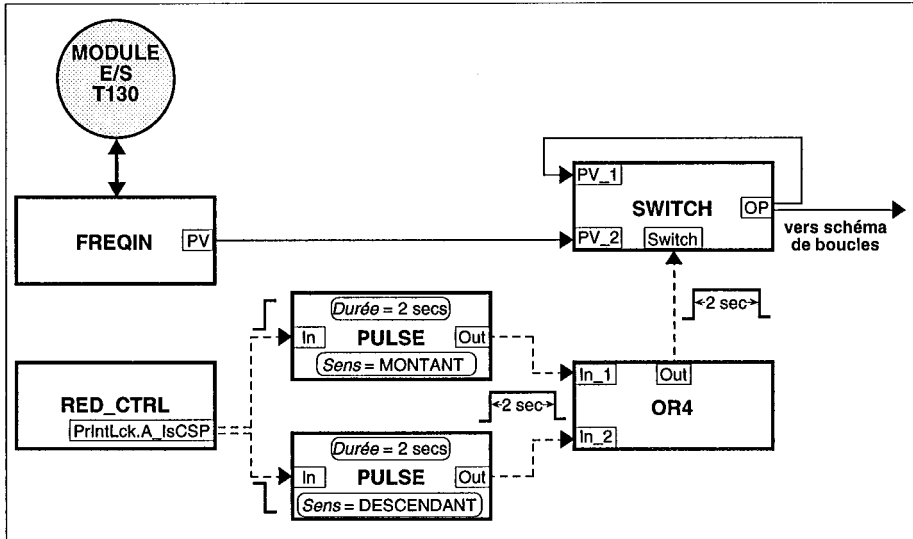

Figure 3-5 Suppression des lectures de fréquence immédiatement après le basculement
■ **Modules d'entrées/sorties T130.** La première lecture de fréquence d'un module d'entrées/sorties T130 après un basculement doit être supprimée (en situation idéale) dans la mesure où elle n'est pas fiable, en raison de la pause dans la mise à jour des blocs pendant le basculement. Vous pouvez le faire en configurant une logique adaptée dans la base de données du schéma de boucles - la figure 3-5 montre une configuration possible, en utilisant le paramètre d'interverrouillage logiciel *PrintLck* du bloc RED_CTRL. Le bit *A_IsCSP* de ce paramètre est VRAI, uniquement si l'unité centrale primaire est le primaire de démarrage à froid (CSP). Il change d'état — soit de VRAI à FAUX ou de FAUX à VRAI — en cas de basculement des unités centrales, parce que seul l'unité centrale de gauche peut être l'unité de démarrage à froid. L'un ou l'autre de ces fronts force l'un des blocs PULSE à sortir une impulsion de 2 secondes qui est appliquée (par l'intermédiaire d'un bloc OR4) au bloc SWITCH. Lorsque l'impulsion est FAUSSE (fonctionnement normal), l'entrée du bloc FREQIN passe directement dans le schéma de boucles. Lorsque l'impulsion est VRAIE (après un basculement), l'entrée est ignorée, et la valeur de fréquence transmise au schéma de boucles à chaque scrutation est maintenue à sa dernière valeur "bonne".